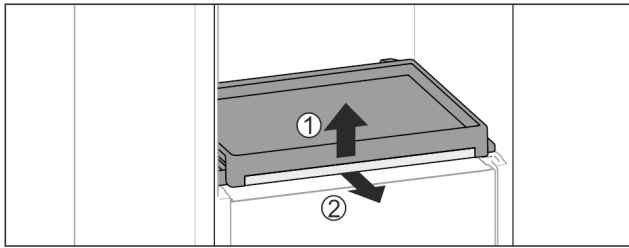

Fig. 107
- ▶ Auszugsbord mit Glasplatte entnehmen: Glasplatte vorne leicht anheben Fig. 107 (1) und nach vorne herausziehen Fig. 107 (2).